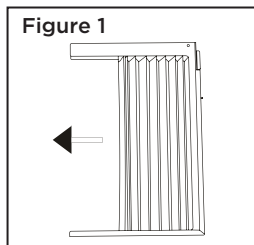

Figure 1
- A. A. Tenez le panneau latéral d'une main et tirez doucement sur le centre pour libérer l'extrémité ouverte. Voir la Figure 1.